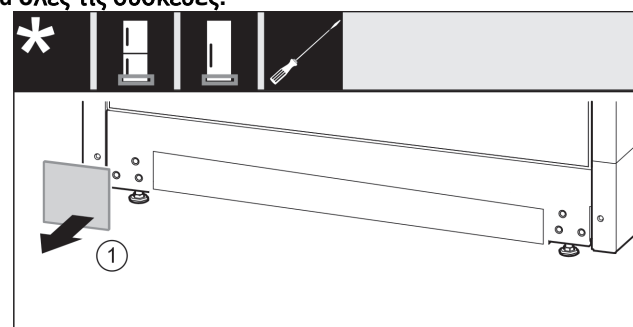

Fig. 14
- ▶ Αφαιρέστε το κάλυμμα. Fig. 14 (1)